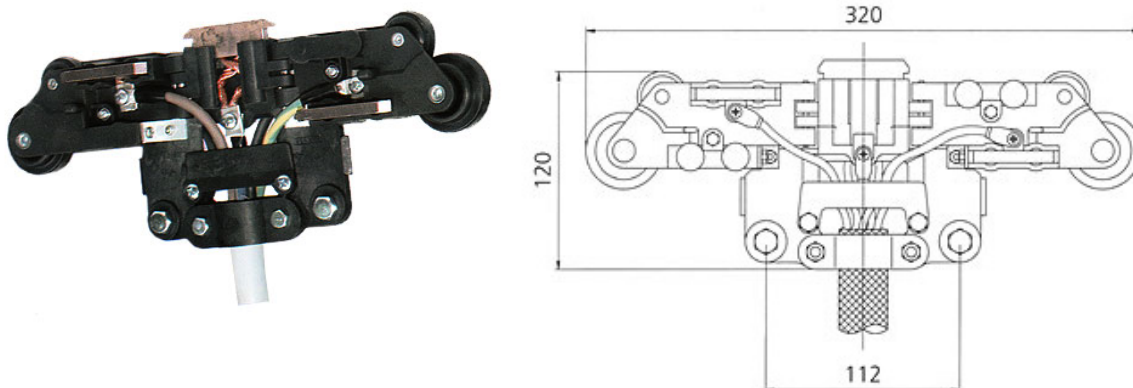

Рисунок 14 – Общий вид токосъемной каретки с токосъемными щетками на 70А.
3.13. Характеристика токосъемной каретки с токосъемными щетками на 70А (см. рис.14):